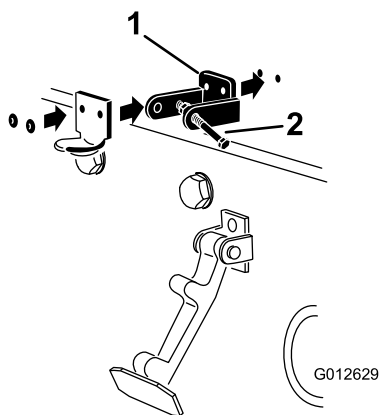

Figura 5
4. Zarovnejte montážní otvory, umístěte zajišťovací držák CE a držák západky kapoty na kapotu (Figura 5).
6. Upevněte držáky pomocí nýtů a podložek ke kapotě (Figura 5).